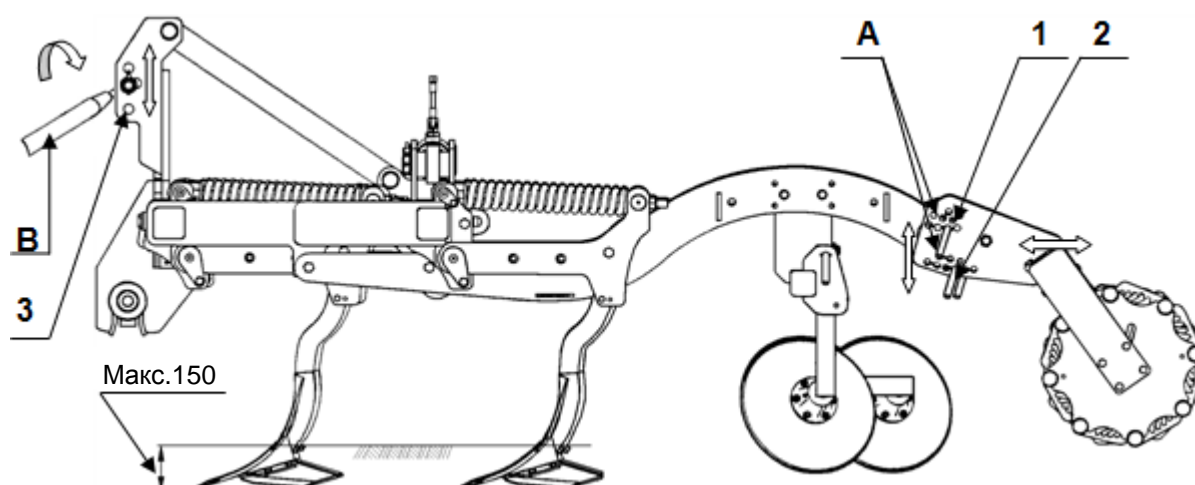

Рис.6
- отрегулируйте длину верхнего соединителя В Рис.6 (рама в рабочем положении должна быть параллельна грунту)
Величину нажима заднего вала (уплотнения почвы) можно изменить, изменив положение верхнего соединителя тягача В п.3 (Рис.6), согласно следующему правилу: